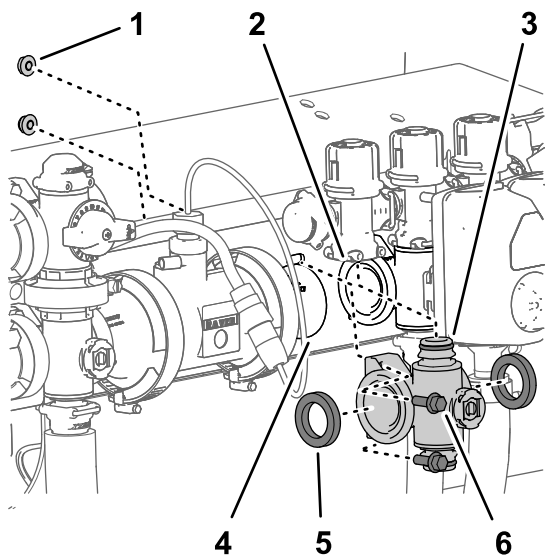

Figure 114
4. Pour les collecteurs de vannes de section gauche et droit, retirez les 2 boulons à embase ($\frac{1}{4} \times \frac{3}{4}$ po) et les 2 contre-écrous à embase ($\frac{1}{4}$ po) qui fixent le collecteur de vanne de section au support de vannes (Figure 114).
5. Baissez le collecteur de vanne de section et les joints pour les séparer de la vanne de dérivation de section et déposez-les de la machine (Figure 114).